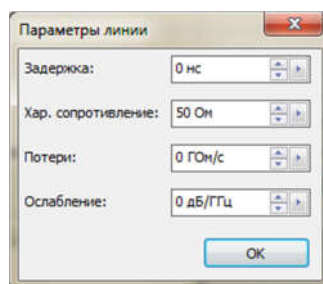

Рисунок 2.204 – Настройка модели линии
3) «Линия» – модель линии передачи с известными параметрами (рисунок 2.204).